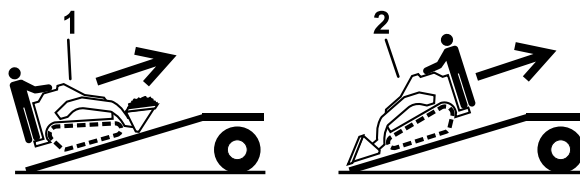

Figure 24
5. Chargez la machine sur la remorque en plaçant le côté le plus lourd en haut de la rampe et en maintenant la charge en bas (Figure 24).